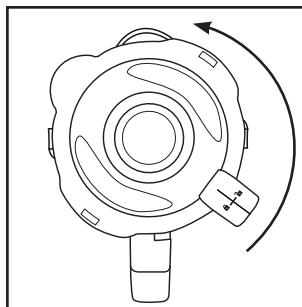

Abb.1
- 1) Drehen Sie den Mixaufsatz ③ gegen den Uhrzeigersinn, bis der Pfeil ▼ unter dem Griff des Mixaufsatzes ③ über der Position ↗ steht. Nehmen Sie den Mixaufsatz ③ gerade nach oben vom Motorblock ⑥ ab.
- 2) Entfernen Sie den Deckel ②, indem Sie ihn so weit gegen den Uhrzeigersinn Richtung Position ↘ drehen (siehe Abb. 1), bis Sie ihn nach oben abziehen
- 3) Befüllen Sie den Mixaufsatz ③ mindestens bis zum untersten Strich der Skala ⑧ und maximal bis zur Markierung MAX. Für optimale Ergebnisse empfehlen wir folgende maximale Füllmengen: